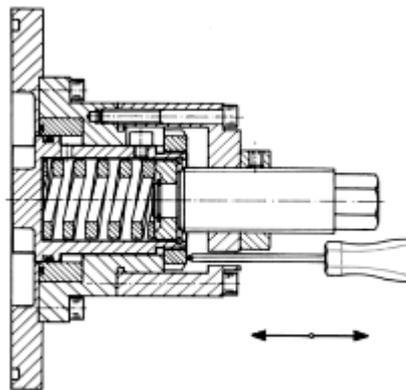

Abb. 11: Sicherheitsventil
- 2 - Durch schrittweises Hineinschrauben der Einstellschraube (59) Feder spannen und zugleich darauf achten, dass der Druck am Austritt der Pumpe den höchstzulässigen Druck nicht überschreitet.
- 3 - Durch Betätigung der Einstellschraube und durch Überprüfung mit einer Sonde (siehe Abb. 11) ist der kritische Ansprechpunkt des Ventils bei dem gewünschten Druck zu ermitteln.
- 5 - Die Konterung (62) in Stellung bringen und mit der seitlichen Innensechskantschraube festsetzen.